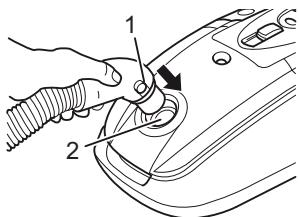

Abb. 2
- Stecken Sie das Ende des Saugschlauchs (Abb. 2/1) in die Aufnahmeöffnung (Abb. 2/2) des Bodenstaubsaugers, bis die Verriegelung hör- und spürbar einrastet.